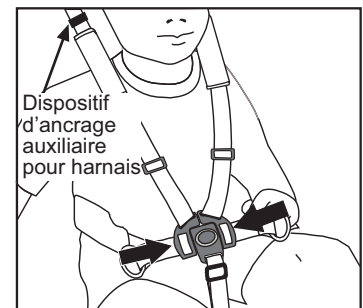

Fig. 18 Attacher la boucle de sangle d'entrejambes
c. Attacher les sangles des épaules. Faire passer les deux boucles de sangles d'épaule dans la boucle de la sangle d'entrejambes (Fig.18).